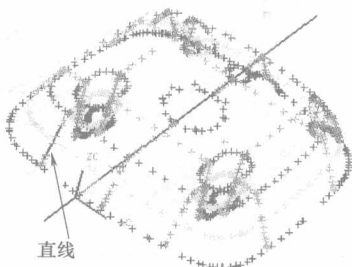

图 1-11
3. 绘制直线 选择菜单中的【**插入(S)**】/【**曲线(C)**】/【**直线(L)**】命令或在【**曲线**】工具条中选择 (直线) 图标, 出现【**直线**】对话框, 如图 1-9 所示。在【**起点选项**】、【**终点选项**】下拉框中选择**十点 (现有)**, 然后在图形中依次选择如图 1-10 所示的 2 个绿色点, 最后在【**直线**】对话框中取消**关联**复选框前面的勾, 点击**确定**按钮, 完成创建直线如图 1-11 所示。